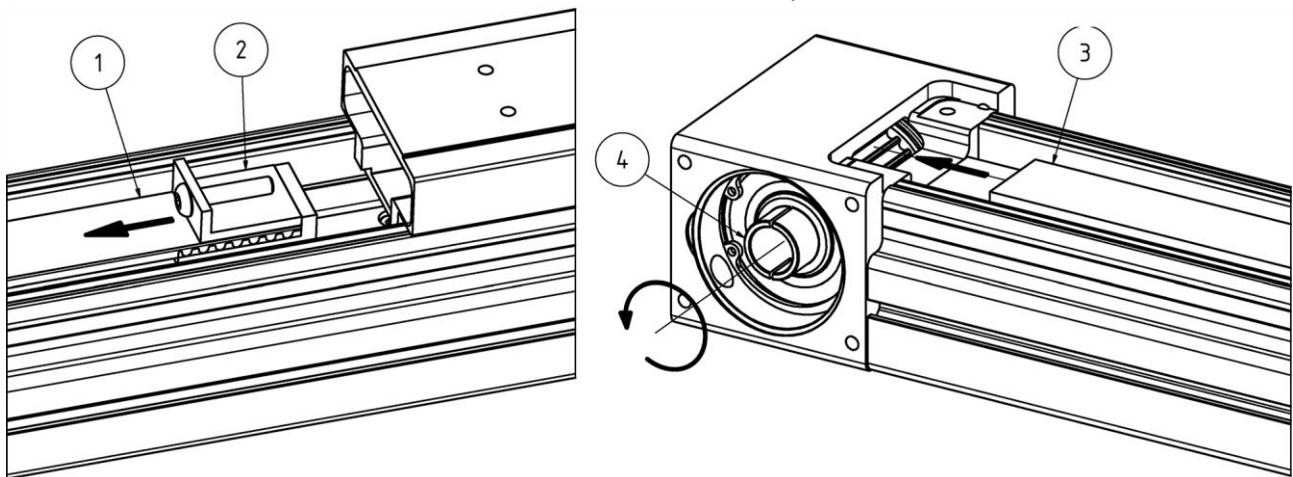

Abbildung 15: Zahnriemen Tausch
- ◆ Schrauben der Riemenspannelemente (Abbildung 15: Zahnriemen Tausch, Pos. 2) beidseitig lösen, Zahnriemen (Abbildung 15: Zahnriemen Tausch, Pos. 1) und Riemenspannelement (je nach Ausführung ist das Spannelement ein- oder zweiteilig) vorsichtig aus dem Läufer herausziehen und Riemenspannelemente beiseitelegen.
- ◆ Ersatzzahnriemen (Abbildung 15: Zahnriemen Tausch, Pos. 3) in die obere Öffnung eines der Umlenkstationen einsetzen und den Zahnriemen drückend um die Zahnscheibe (Abbildung 15: Zahnriemen Tausch, Pos. 4) herumführend einschieben. Um den Montageprozess zu erleichtern die Zahnscheibe in Einschieberichtung drehen.
- ◆ Eines der Zahnriemenenden in das Riemenspannelement (Abbildung 15: Zahnriemen Tausch, Pos. 2) einlegen und auf einer Seite des Läufers auf Anschlag einschrauben.